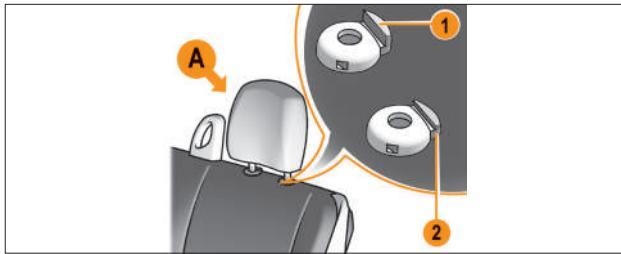

Рис. 2.2.1. Подголовники типа А
- Подголовники типа А (рис. 2.2.1).
**Чтобы опустить его вниз**, нажмите одновременно на фиксатор 1 (рис. 2.2.1 или 2.2.2) и на подголовник.